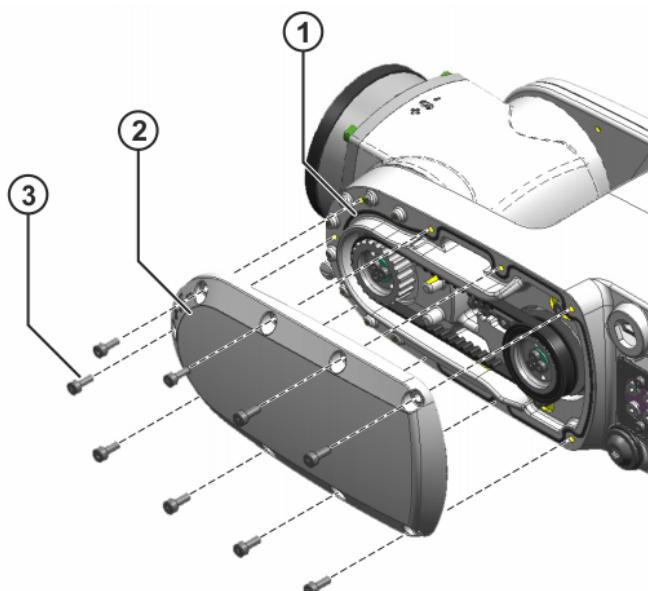

Abb. 8-13: Deckel A5 und Schaumdichtung riemenseitig
1. Schaumdichtung des Deckels vorsichtig reinigen (>>> Abb. 8-13).